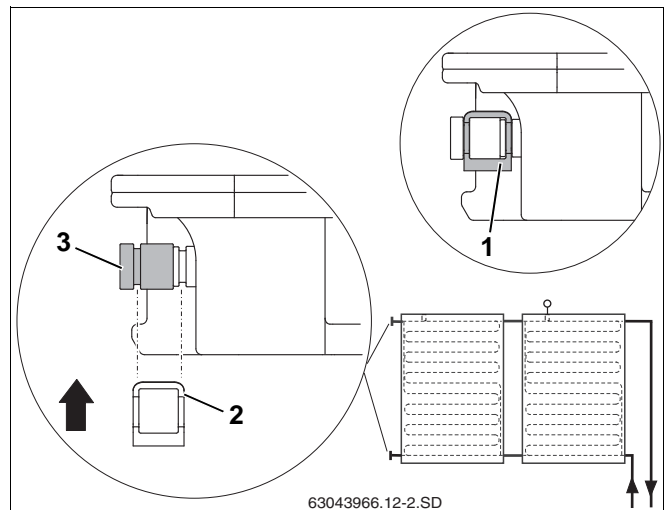

Fig. 20 Sikring af lukkekappe med klemmer
- ▶ Sæt lukkekappen med o-ringene (fig. 20, **pos. 3**) på solfangertilslutningen.
- ▶ Sæt klemmen (fig. 20, **pos. 2**) til sikring af tilslutningen over lukkekappen og solfangertilslutningen.
- FORSIGTIG!** ▶ Alle lukkekapper skal sikres med en klemme (fig. 20, **pos. 1**).